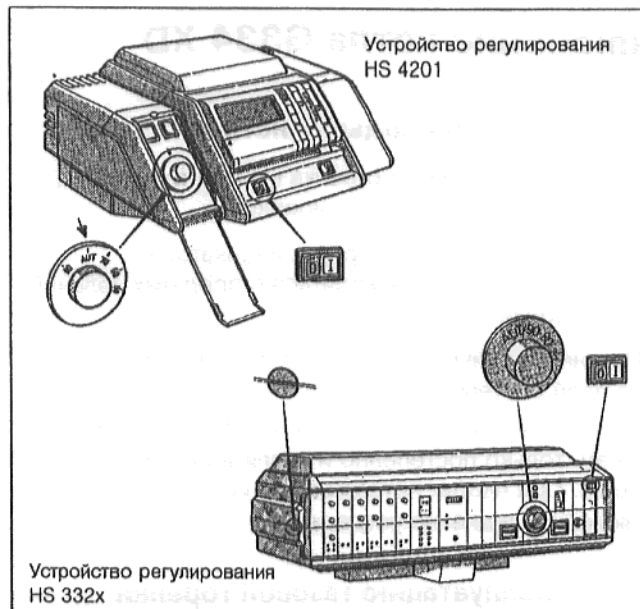
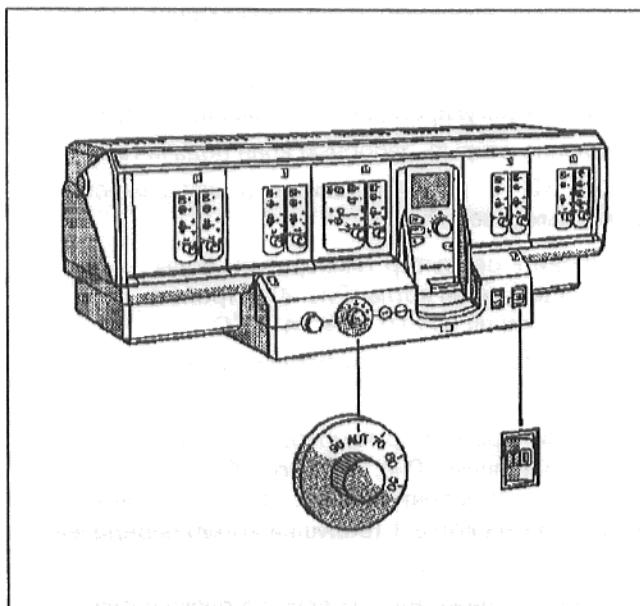

Рис. 1: Устройства регулирования HS4201 и HS 332x
Рис. 2: Устройство регулирования HS 431x
- При устройстве регулирования HS 332x: перевести шлиц винта прозрачной крышки (Рис. 1) в горизонтальное положение, например, с помощью монеты. Снять прозрачную крышку, подав ее вперед.
- Установить переключатель "Работа" (Рис. 1 или Рис. 2) в положение I (ВКЛ).
- При устройстве регулирования HS 4201: открыть левую закрывающую крышку (Рис. 1).
- Установить регулятор температуры воды подающей линии котла (Рис. 1 или Рис. 2) в положение "AUT" или 80 °С. При наличии устройства регулирования конденсата осуществить настройку на желаемую температуру (мин. 50 °С).
- Установить переключатель "Работа" (Рис. 1 или Рис. 2) в положение 0 (ВЫКЛ).